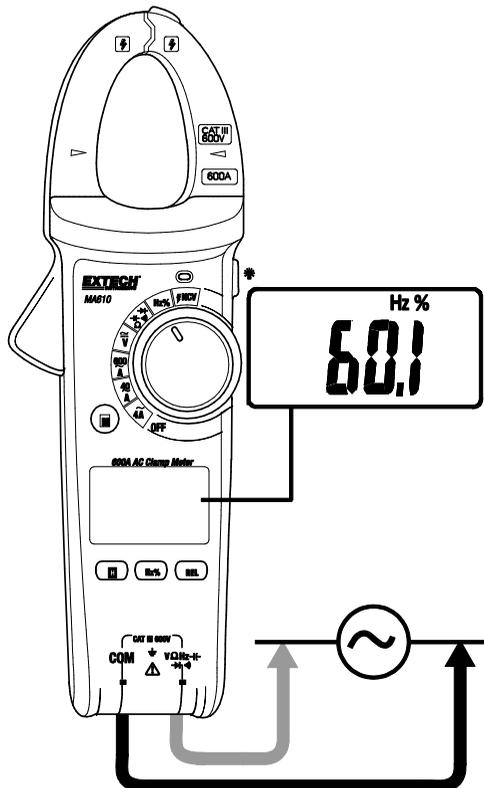

图 6 - 频率测量
1. 将黑色测试导线的香蕉插头插入负极 (COM) 的插孔中。将红色测试导线的香蕉插头插入红色插孔中。参见图 6。